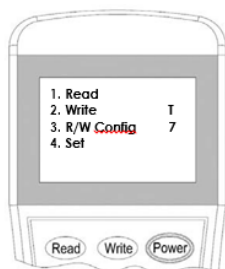

Figura 8
2. Ligue o programador e pressione o botão “3” para entrar no modo de configuração (Figura 8).